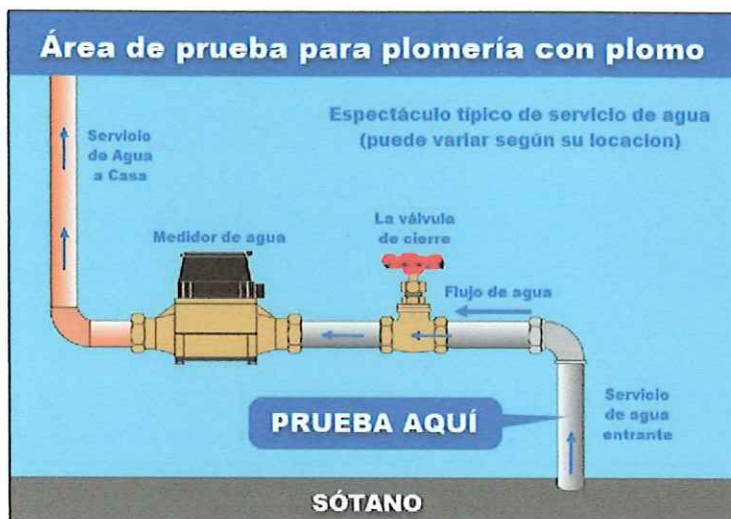

Figura 1: Ubicación de prueba para líneas de servicio de agua
1. Encuentre la línea de servicio de agua que ingresa al edificio. Si tiene un sótano, la línea de servicio de agua generalmente ingresará al edificio a través del piso del sótano o de la pared lateral del sótano. Si no tiene sótano, la línea de servicio debe ingresar al edificio a través del piso del nivel principal. Verá una válvula de cierre y un medidor de agua instalados en esta tubería. La ubicación de prueba en la tubería será entre el punto de entrada al edificio y la válvula de cierre, como se muestra en **Figura 1**.